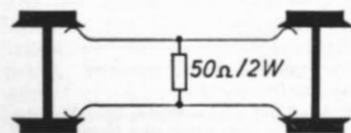

Abb. 4.
- b) die isolierten Räder des letzten Wagens über isolierte Radschleifer mit einem Widerstand von 50 Ohm verbunden werden (s. Abb. 4).
**Nachteil:** Jeder Zug muß am Schluß einen Spezialwagen haben, der mit einem 50-Ohm-Widerstand beide Fahrstrecken miteinander verbindet (s. Abb. 4).
Abb. 4. Die Anbringung der abgeänderten Fleischmann-Kupplung an einem Pocher-Wagen (Zeichnung im Maßstab 1,6 : 1). Die Pufferbohle ist entsprechend dem größten Ausschlag der Kupplung und der Gelenkhöhe auszusparen (ausfeilen!).